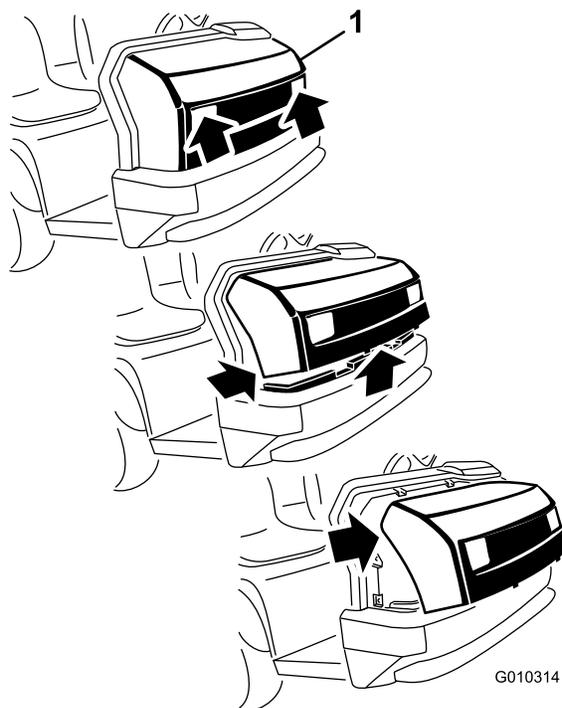

Рисунок 39
2. Наклоните низ колпака вверх настолько, чтобы верхние монтажные лапки можно было извлечь из пазов рамы (Рисунок 39).
3. Наклоните верх колпака вперед и отсоедините кабельные соединители от фары (Рисунок 39).
1. Удерживая колпак в проемах блок-фар, поднимите его вверх, чтобы вывести нижние монтажные лапки из пазов рамы (Рисунок 39).